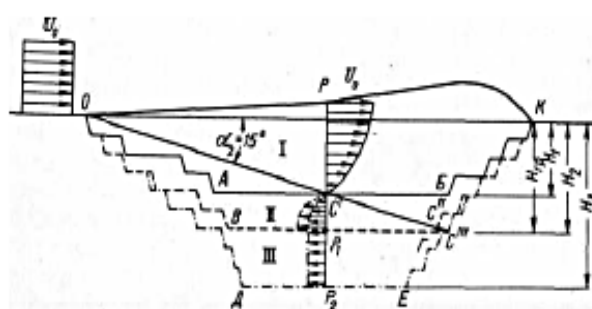

Рис. 2. Схема к определению основных этапов отработки карьера в зависимости от эффективности его естественного проветривания:
Основные этапы отработки карьера, исходя из схем его естественного проветривания могут устанавливаться графическим и аналитическим способами. Графический способ хотя и более трудоемок по сравнению с аналитическим, однако он более нагляден. Для решения этой задачи на плане карьера в обрабатываемом проектном контуре строятся характерные вертикальные профили, проходящие через его глубокую часть (рис. 2). Критерием оценки эффективности проветривания является безразмерная величина:
Из рис. 2 и формулы (1) следует, что при различном сочетании H_{zp} и H величина \bar{H} может иметь разные значения в диапазоне $0 \geq \bar{H} \leq 1$. Исходя из эффективности естественного проветривания с учётом влияния вредных примесей на уровень загрязнения атмосферы карьера, основные этапы его отработки соответствующим глубинам, определяемым величиной \bar{H} : первый этап — $\bar{H} > 0$; второй — $0,5 > \bar{H} > 0$; третий — $\bar{H} < 0$.
На первом этапе отработки объем $OABKO$ (рис. 2) проветривается по прямооточной (при $\beta_n \leq 15^\circ$) или рециркуляционно-прямоточной схеме (при $\beta_n > 15^\circ$). При этом его большая часть находится в зоне действия прямых потоков воздуха, а рециркуляцией охвачен сравнительно небольшой объем ($OAC'O$), примыкающий к подветренному борту карьера. Вследствие этого загрязнения атмосферы не возникают или их уровень незначителен, а скорости воздушного потока у поверхности уступов и дна карьера при среднегодо-